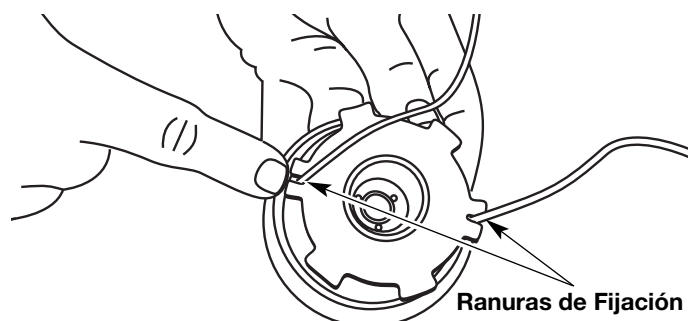

Fig. 19
12. Inserte los extremos de la línea en las dos ranuras de fijación (Fig. 19).